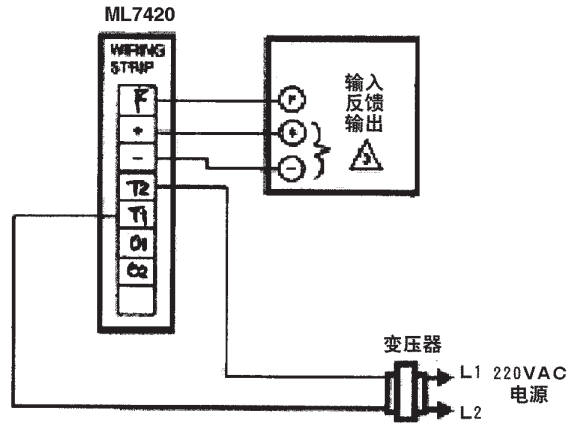
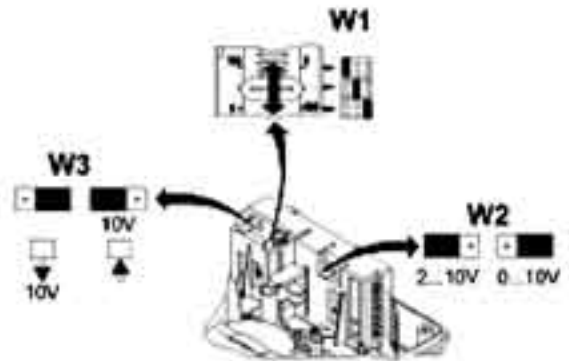

图 6 ML7420 与带反馈输出的控制器的连接示意
图 11 W1, W2 和 W3 选择开关位置。
2. 按图 6~10 进行接线（如需要现场改变功能特性，选择插头的改变按图 11 进行）
模拟信号在工厂设为 0~10Vdc, 改变 W2 选择插头可改变为 2~10Vdc。W1, W2 的位置看图 11 在 PCB 保护片的背后